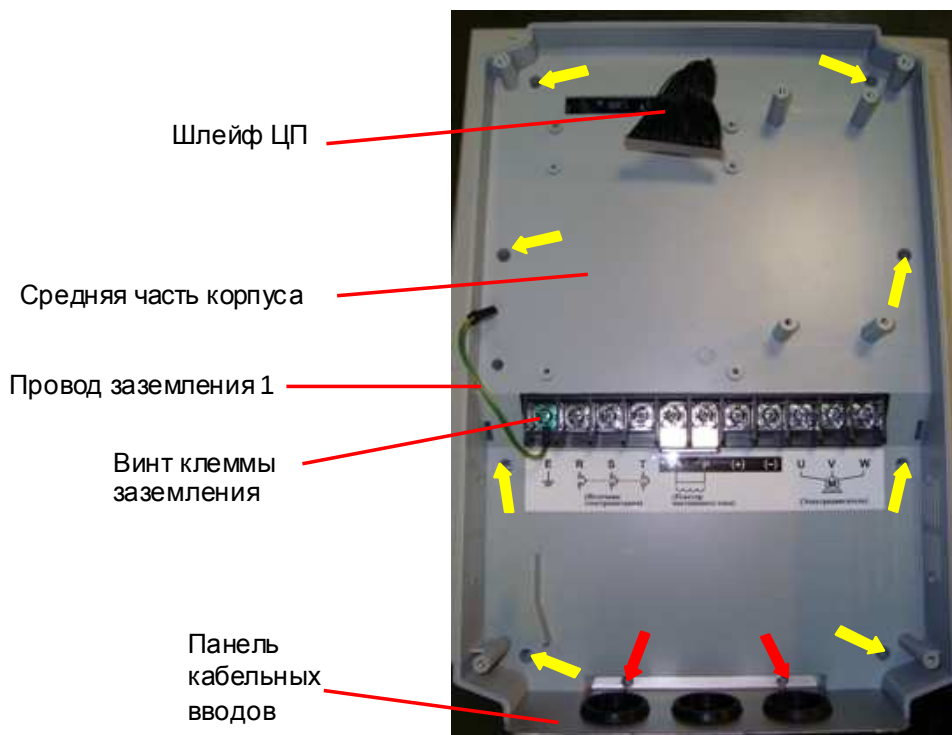

Рис. 7.20
7.11.1. Установить среднюю часть корпуса, предварительно пропустив шлейф ЦП через отверстие в корпусе (рис. 7.20).
7.11.2. Прикрутить среднюю часть корпуса восемью винтами (рис. 7.20, желтые стрелки).
7.11.3. Установить панель кабельных вводов и прикрутить ее двумя винтами (рис. 7.20, красные стрелки).
7.11.4. Вкрутить винт клеммы заземления, подложив под него наконечник провода заземления 1 (рис. 7.20).